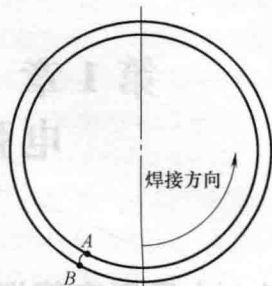

图 1-2 循环焊接
1) 电弧引燃后，先贴向坡口根部一侧，如图 1-2 中的 A 侧，用长弧预热，当预热点稍见熔融状，快速做电弧推进动作，稍做稳弧